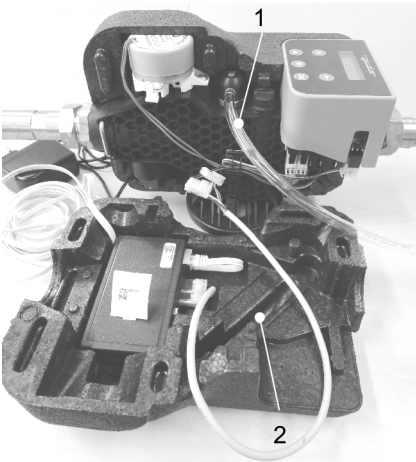

Fig. 8: Raccorder le câble puis le poser au-dessous du module
5. Insérer le module de connectivité dans l'évidement de la coque isolante avant en veillant à ce que le câble LAN se trouve au-dessous du module de connectivité (Figure 8).
8. Ajuster le flexible de dégazage dans le canal de guidage de la coque isolante avant (Figure 8), puis assembler les deux coques sans forcer.